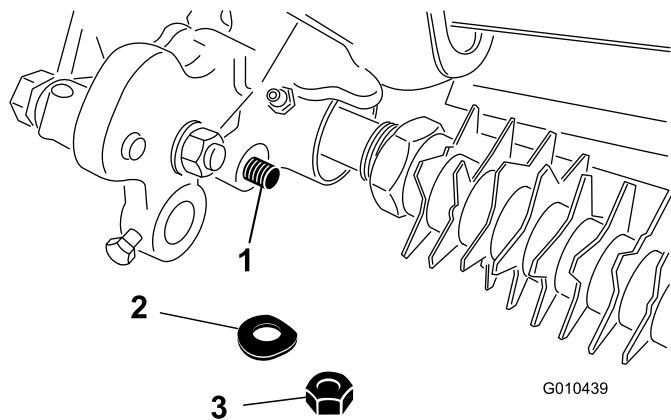

**Figura 3**
3. Allentate il bullone che fissa l'albero del rullo al braccio dell'altezza di taglio (Figura 3).